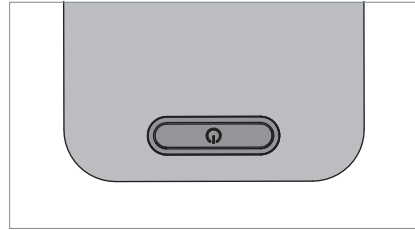

Fig. 5: Touche.
- ▶ Appuyez sur la touche, voir Fig. 5.
- ▶ Appuyez sur la touche et tenez-la appuyée, voir Fig. 5.